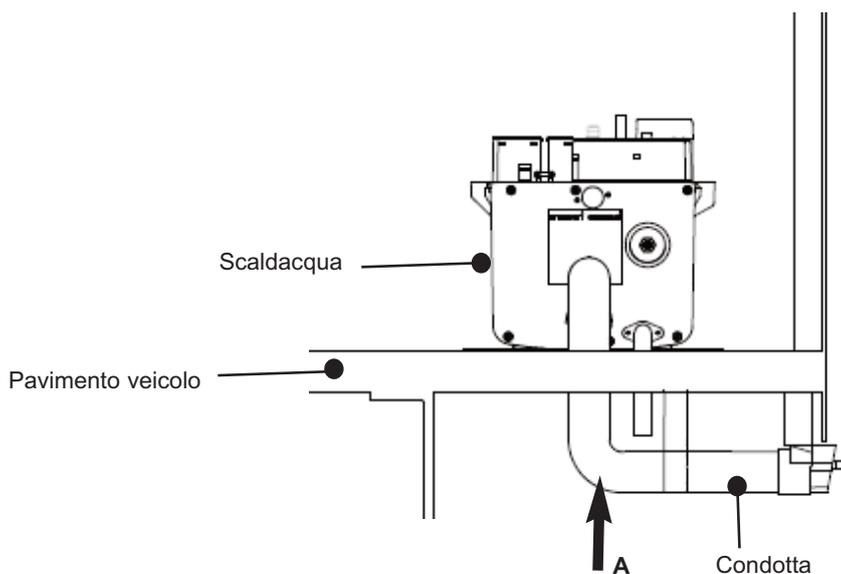

Fig. 25 Direzione condotta
- iv.  Spingere la condotta d'entrata nel terminale della condotta (montato nel pavimento del veicolo). La condotta **deve essere** spinta completamente in sede. Vedere la Fig. 25. La condotta **deve essere** visibile nel terminale della condotta.
Pregasi notare: La condotta dallo scaldacqua al terminale **deve avere** al massimo un'inclinazione in alto, come indicato dal punto A nella Fig. 25. Ciò permette lo scolo della condensa dallo scaldacqua.